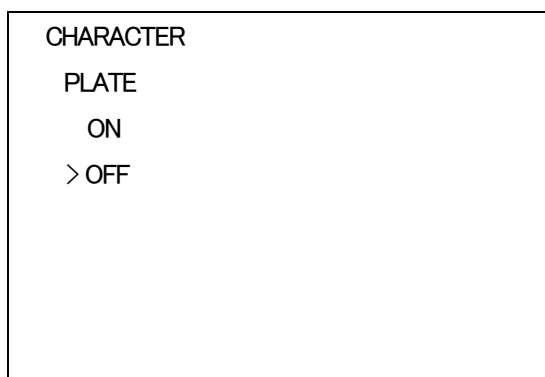

図4-10 オンスクリーンメニュー(PLATE例)
- 1) キャラクターメニューで「PLATE」を選択し、**ENTER**ボタンを押すと図4-10のような設定メニューが表示されます。